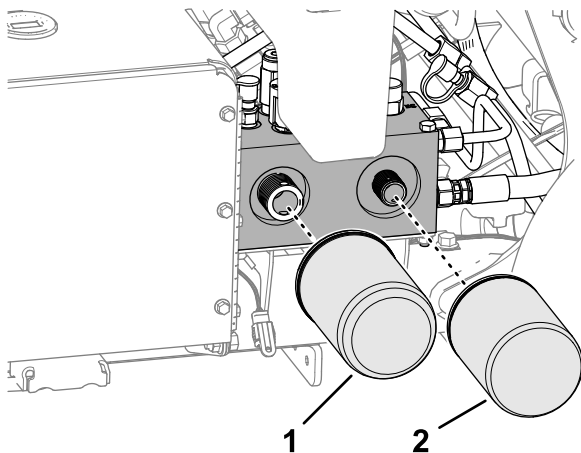

Figura 181
2. Amplasai o tavă de scurgere sub filtre, îndepărtați filtrele vechi i tergei suprafaa garniturii adaptorului de filtru (Figura 181).